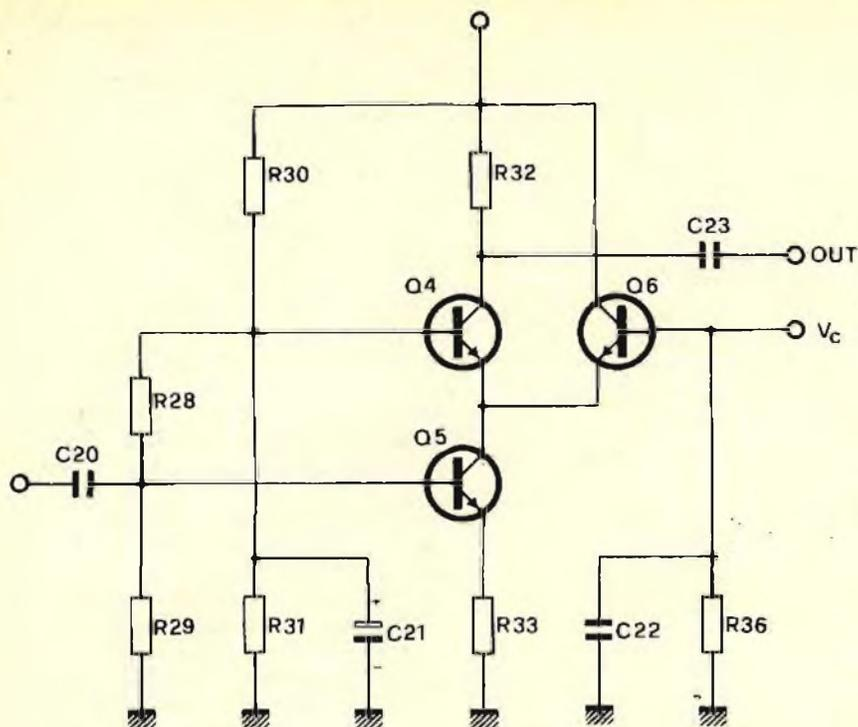

Fig. 5 - Circuito elettrico completo dello stadio VCA.
- i gruppi R19/C3 e R20/C4, che, all'atto dell'accensione del circuito, resettano automaticamente i contatori di preset, affinché appaia sui display la cifra 00 anziché una cifra casuale. In fig. 5 riportiamo la modifica necessaria per la introduzione del comando di "cancellazione della cifra impostata" (ZERO PRESET).
Il circuito completo appare in fig. 5. La tensione di controllo V_c ha un'intervallo utile di circa 300 mV, determinato dalle relazioni: